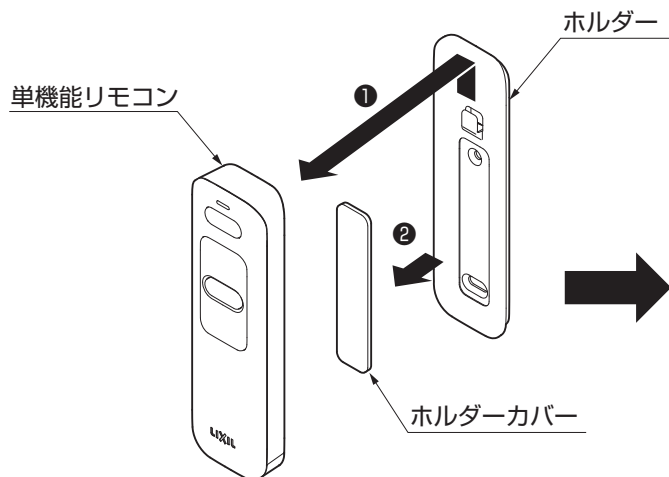

図10-1 リモコン本体の取外し
①単機能リモコン、ホルダーカバーをホルダーからはずしてください。(図10-1参照)